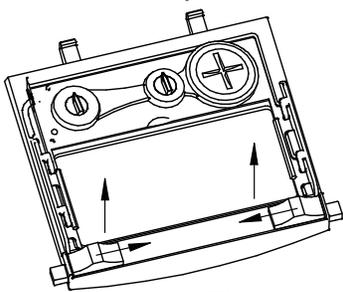
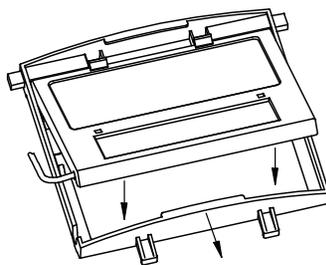

Figure 1
Figure 2
**Remplacement du couvercle transparent avant:** Remplacez le couvercle avant s'il est endommagé. Retirez l'ensemble du support du filtre à lentille photosensible conformément à la figure 1. Retirez le couvercle de lentille avant du casque. Retirez délicatement le joint d'étanchéité du couvercle de lentille. Installez le nouveau couvercle de lentille dans le joint d'étanchéité et assemblez-le à la coque du casque. Assurez-vous d'assembler le couvercle de lentille et le joint d'étanchéité dans la coque du casque de la même façon qu'il a été retiré.
**Remplacement de la lentille transparente intérieure:** Remplacez la lentille transparente intérieure si elle est endommagée. Retirez l'ensemble du support du filtre à lentille photosensible conformément à la figure 1. Supprimer la cartouche de teinte du support du filtre à lentille photosensible. Placez votre ongle dans le renforcement au-dessus de la fenêtre de visualisation de la cartouche et pliez la lentille vers le haut jusqu'à ce qu'elle se détache des bords de la fenêtre de visualisation de la cartouche.
**Changer la cartouche de teinte:** Retirer l'ensemble du support du filtre à lentille photosensible de la coque du casque. Voir la figure 1 pour le retrait. La flexion supérieure du support du filtre à lentille photosensible permet à la cartouche du filtre à lentille photosensible d'être retirée du cadre. Installer un nouveau filtre à lentille photosensible de la cartouche dans le cadre selon la figure 2 ci-dessous. S'assurer que la cartouche du filtre à lentille photosensible est insérée dans le support du filtre à lentille photosensible correctement comme illustré. Installer l'ensemble du support du filtre à lentille photosensible dans la coque du casque.